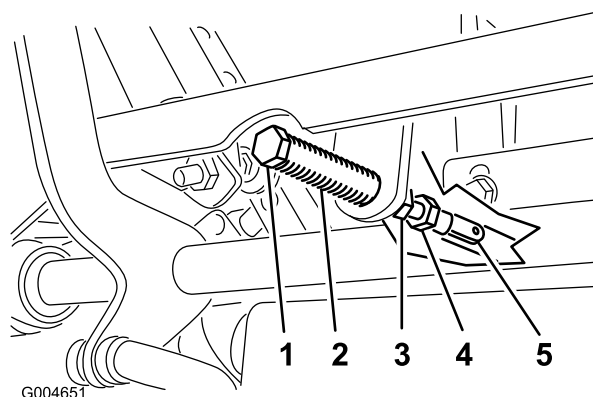

Figure 72
- Tirez-le ensuite en arrière jusqu'à ce que l'axe de chape (situé sur un bras au-dessus de l'axe de pivot) touche l'extrémité de l'encoche (c.-à-d. commence juste à appuyer sur le ressort) (Figure 72).
7. Si un réglage s'impose, desserrez l'écrou et l'écrou de blocage vissés contre la chape (Figure 72).
8. Appliquez une légère pression à l'arrière du levier, et tournez la tête du boulon de réglage dans le sens voulu pour centrer le levier à la position de verrouillage au point mort (Figure 72).
9. Serrez l'écrou et l'écrou de blocage (Figure 72).
9. Serrez les écrous de blocage contre les rotules (Figure 72).